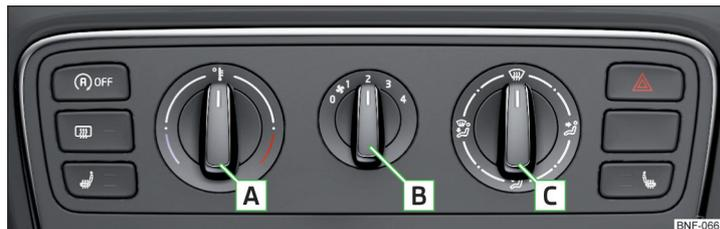
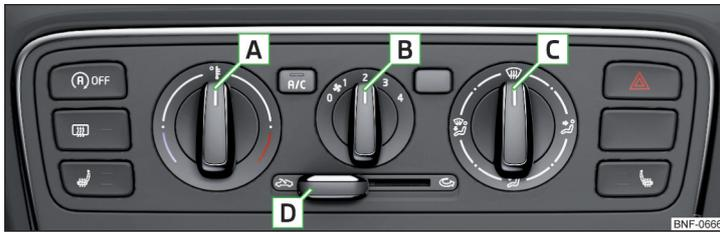

Fig. 83 Éléments de commande du chauffage
Fig. 84 Éléments de commande du climatiseur
Fonctions des différents éléments de commande » fig. 83 et » fig. 84
- ▶ Pour **activer** le recyclage de l'air ambiant, déplacez le sélecteur coulissant **D** en position » fig. 84 à la page 72.